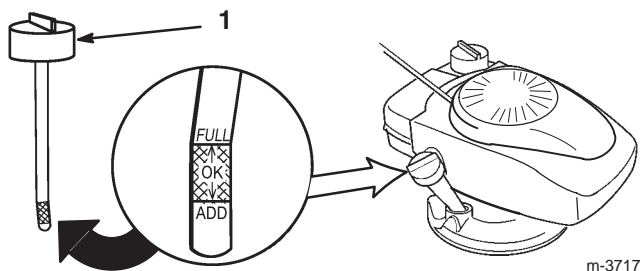

Figure 7
2. Nettoyez la surface autour de la jauge (Fig. 7).
6. Voyez le niveau d'huile indiqué par la jauge (Fig. 7).